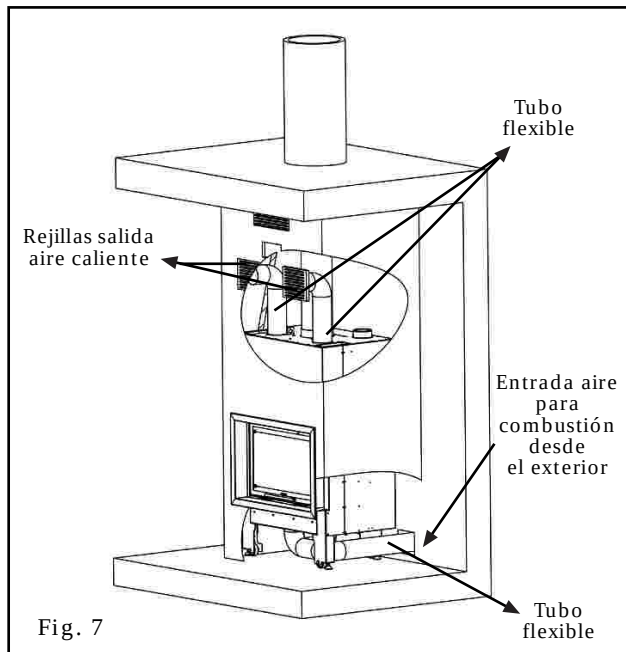

Fig. 7
2.3.4 Entrada de aire para la combustión desde el exterior del habitáculo y salida de aire caliente por convección forzada (con turbina): La instalación de esta opción sería igual que el caso anterior pero con la posibilidad de conducir la salida del aire caliente con tubo flexible de Ø120mm de las toberas superiores a las rejillas de salida de aire caliente o a otras habitaciones contiguas. Las toberas superiores que no se utilicen habría que taponarlas. (Ver fig. 7).